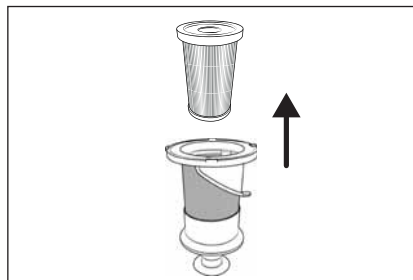

Fig. 21
- 4) Tag EPA-filteret **5** ud af filteret af rustfrit stål **6** ved at holde i åbningen på EPA-filteret **5** og tage det ud af filteret af rustfrit stål **6** (se fig. 21).